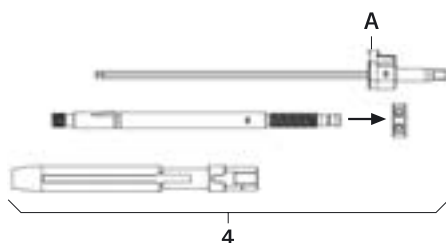

Fig. 1
- Desmontar a alavanca de reposição 4, ver Fig. 1: carregar fortemente no botão A e remover a chave de parafusos FW234R.